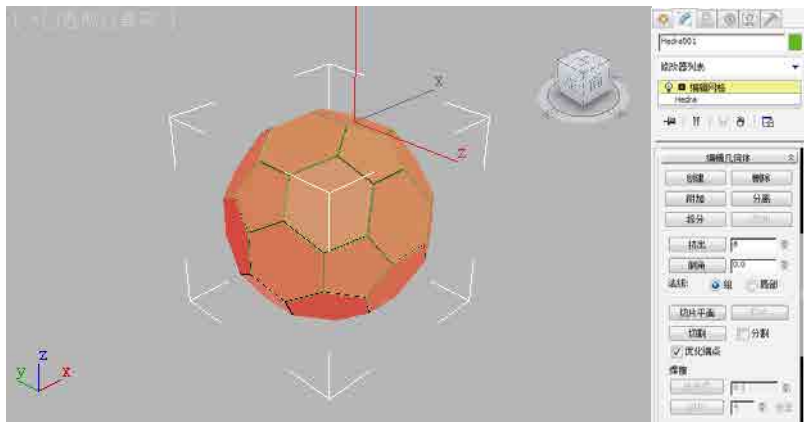

图3-70
- 07 单击 **编辑几何体** 卷展栏中的 **挤出** 按钮，设置参数为8，将炸开后的异面体进行拉伸，其创建效果与参数面板如图3-70所示。